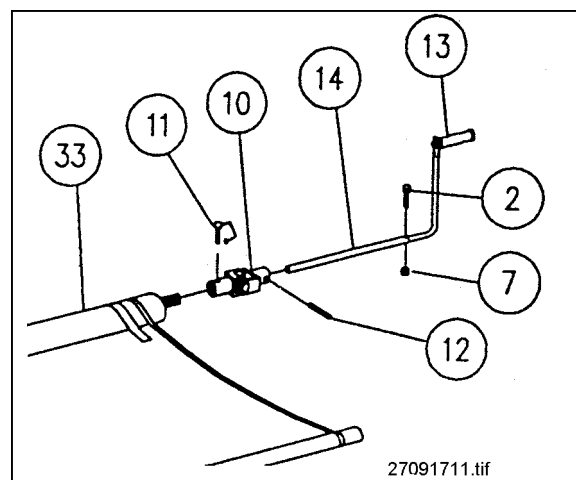

Abb. 12: Montage Kurbel
13. Den Mitnehmer (10) auf die Kupplung (Teil von 33) aufschieben und mit dem Sicherungsbolzen (11) sichern. Anschließend die Kurbelverlängerung (14) auf den Mitnehmer (10) aufstecken und mit dem Spannstift (12) befestigen. Danach die Kurbel (13) in die Kurbelverlängerung einfügen und mit der Schraube (2) und der Mutter (7) ebenfalls befestigen.
**Anmerkung:** Kupplung und Mitnehmer sind mit einer um 90° versetzten Verzahnung versehen, um die Kurbel leichter einsetzen zu können. (s. Abb. 12:)